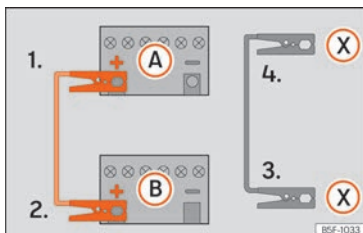

Abb. 83 Anschlusschema für Fahrzeuge mit Start-Stopp-System.
- 4b. Bei Fahrzeugen mit Start-Stopp-System: ein Ende des schwarzen Starthilfekabels (X) an einen geeigneten Masseanschluss, ein massives, fest mit dem Motorblock verschraubtes Metallteil oder an den Motorblock selbst anklennen »» » **Abb. 83**.
5. Klemmen Sie das andere Ende des schwarzen Starthilfekabels (X) im Fahrzeug mit der entladenen Batterie an ein mit dem Motorblock verschraubtes, massives Metallteil oder an den Motorblock selbst, aber so weit wie möglich von der Batterie (A) entfernt an.